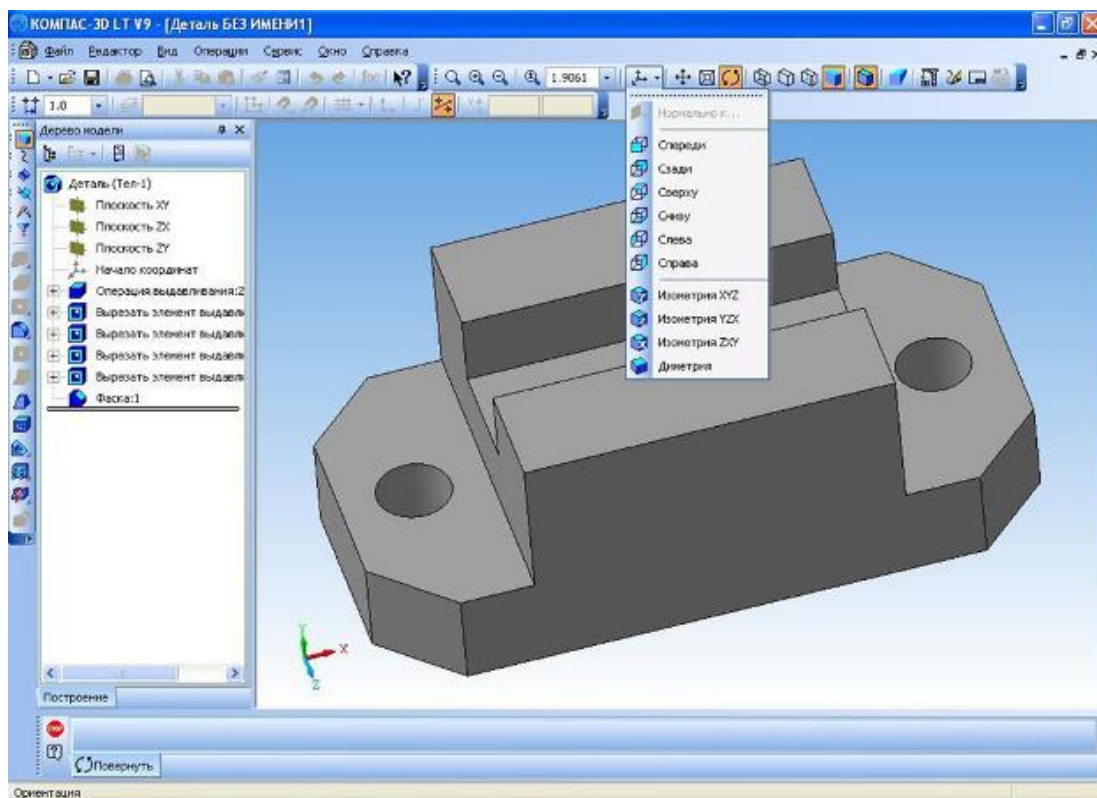

Рис.28
7. Ну и наконец, если мы хотим просмотреть нашу деталь со всех сторон по очереди, то можем воспользоваться командой **ориентация** (см. приложение рис.28).